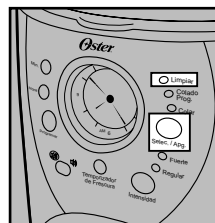

Figura 11
4. Pulse el botón SELEC./APG. hasta que se encienda la luz indicadora roja de LIMPIAR (Figura 11). Para su comodidad, el ciclo de limpieza es automático. El ciclo completo tomará 45-60 minutos. Durante el ciclo de limpieza su cafetera hará lo siguiente: